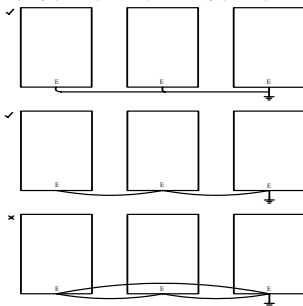

图 3-10 接地线连接方法
4. 同时使用两台以上变频器的场合，请勿将接地线形成回路。正确接地方法与错误接地方法，如图 3-10 所示。